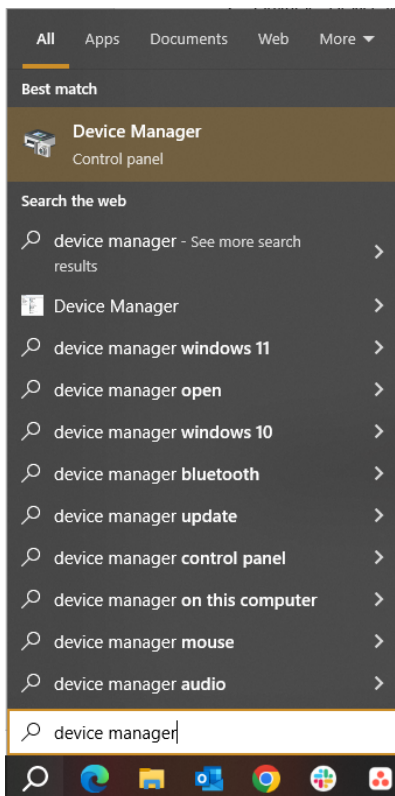

Figure 3.2 – Trouvez le Gestionnaire de périphériques en utilisant la barre de recherche de Windows.
2. Sur l'ordinateur, accédez au **Gestionnaire de périphériques** en tapant son nom dans la barre de recherche Windows et en le sélectionnant dans les résultats. (Figure 3.2).